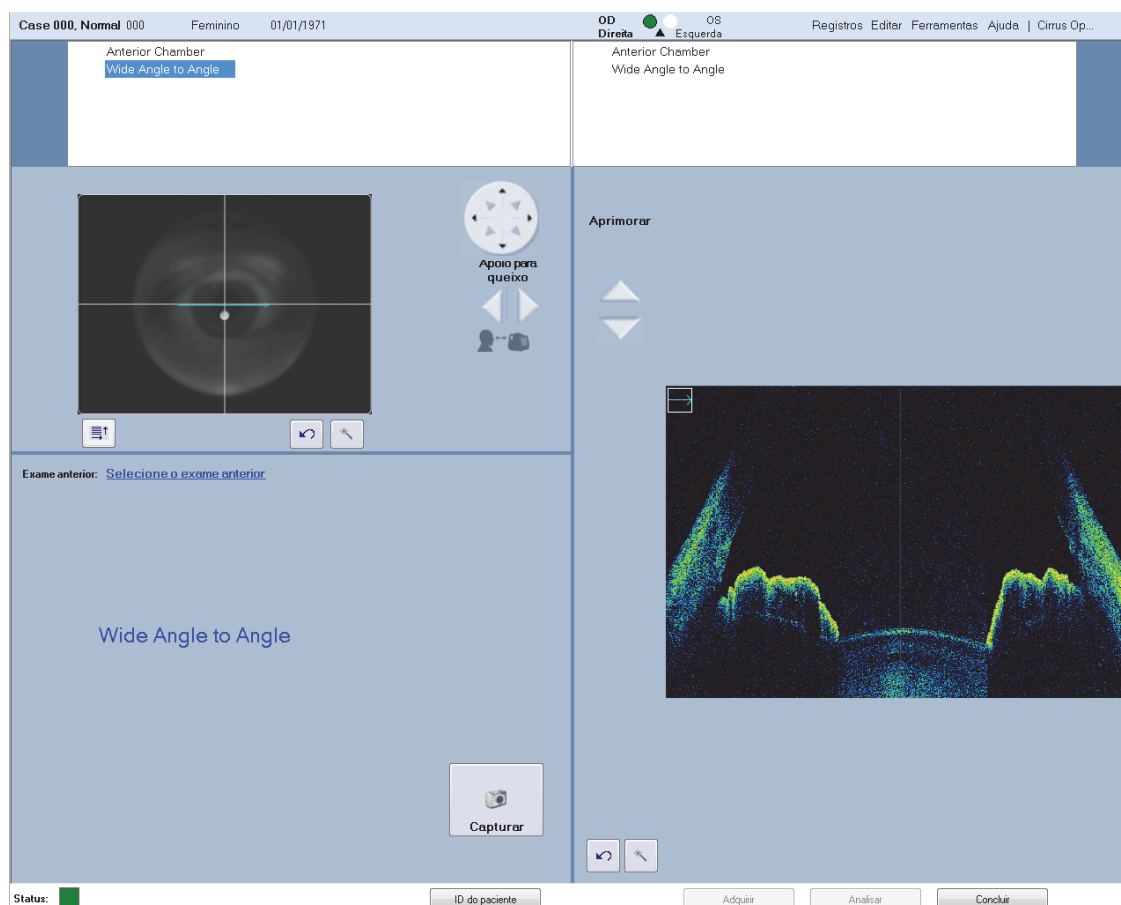

Figura 4-9: Tela Adquirir, Grande ângulo a ângulo
- Clique no centro da pupila e utilize os controles X-Y e Z ou tecla de seta do teclado e botão de rolagem do mouse para centralizar a varredura no vértice da córnea com os ângulos iridocorneal, íris e pupila visíveis na área de exibição da varredura OCT e o anterior da córnea se estendendo levemente para fora do campo de visão, como mostrado na Figura 4-9.